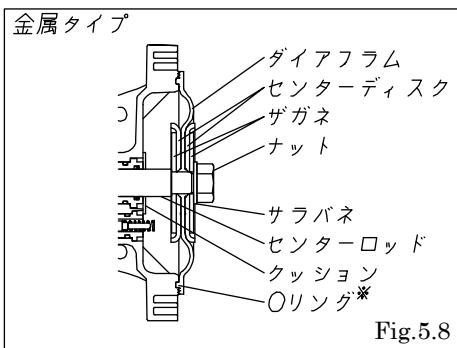
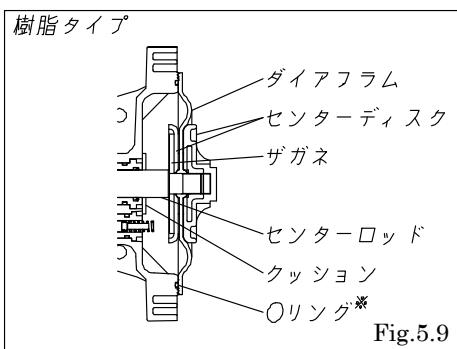

Fig.5.8
Fig.5.9
- TPEE, TPO ダイアフラムはボディ両側の溝に※部 O リングを取り付ける。 [Fig.5.8] [Fig.5.9]
- BP□、BV□タイプは PP レンチ (専用工具: 部品番号 771244) を使用してセンターディスクを締め付ける。 [Fig.5.9]
- 片側にダイアフラムを引き出し、(B□H、B□S、B□H/T を除く) Fig.5.8 の状態でアウトチャンバーを取り付ける。ボルト、ナットは一度仮止めにする。
- 反対側にダイアフラムを引き出し、ダイアフラムを反転させて (B□H、B□S、B□H/T を除く) Fig.5.8 の状態でアウトチャンバーを取り付ける。